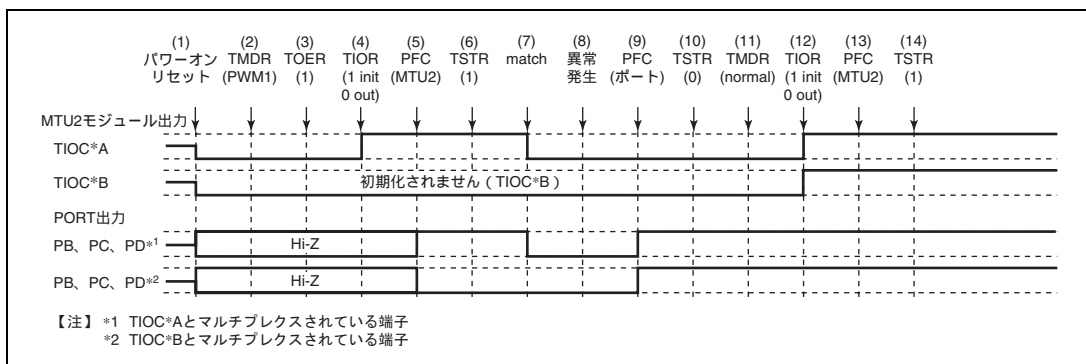

図 12.133 PWM モード 1 で異常が発生し、ノーマルモードで復帰する場合
PWM モード 1 で異常が発生し、再設定後ノーマルモードで再スタートする場合の説明図を図 12.133 に示します。
(1) ~ (10) は図 12.133 と共通です。
(11) PWM モード 1 で再スタートする場合には必要ありません。
(12) TIOR で端子を初期化してください (PWM モード 1 では TIOC*B 側は初期化されません)。
(13) PFC で MTU2 出力としてください。
(14) TSTR で再スタートします。
(11) PWM モード 2 を設定します。
(12) TIOR で端子を初期化してください (PWM モード 2 では周期レジスタの端子は初期化されません)。
(11) 位相計数モードを設定します。
(12) TIOR で端子を初期化してください。
(11) 波形生成部の初期化のためノーマルモードを設定してください。
(12) TIOR で PWM モード 1 の波形生成部を初期化してください。
(13) TIOR で PWM モード 1 の波形生成部の動作を禁止してください。
(14) TOER でチャンネル 3、4 の出力を禁止してください。
(15) TOCR で相補 PWM の出力レベルと周期出力の許可禁止を選択してください。
(16) 相補 PWM を設定します。
(17) TOER でチャンネル 3、4 の出力を許可してください。
(18) PFC で MTU2 出力としてください。
(19) TSTR で再スタートします。